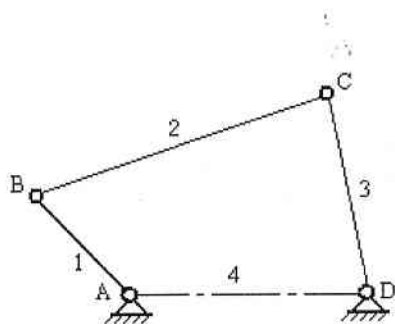

图 5 (题四、2 图)
2. (12 分) 如图 5 所示四杆机构, 已知各构件的长度为 $l_{AB}=40\text{ mm}$, $l_{BC}=100\text{ mm}$, $l_{CD}=70\text{ mm}$, $l_{AD}=80\text{ mm}$ 。试作: